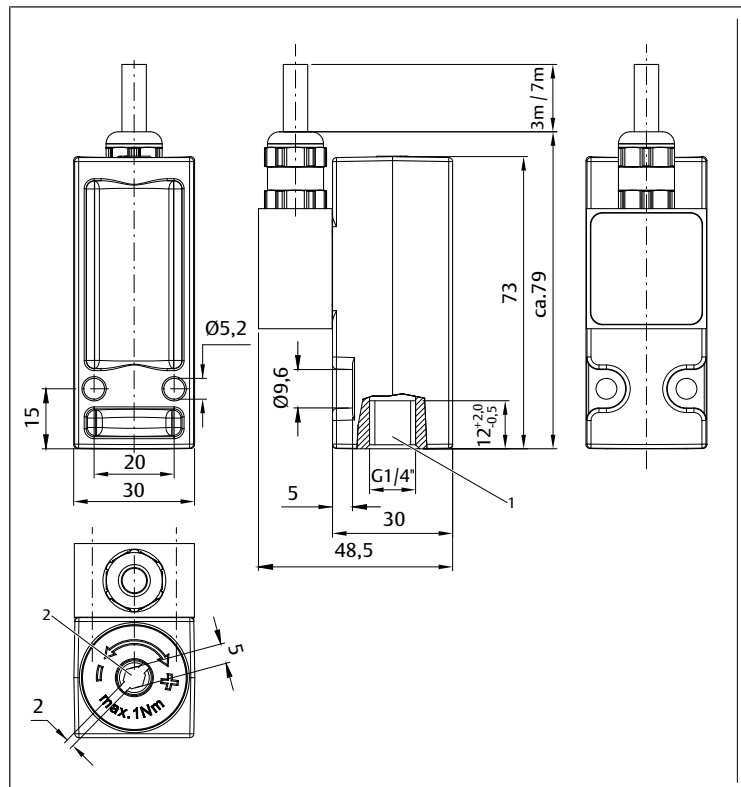

Рис. 2: Пневматическое подключение – внутренняя резьба G1/4
- Соединение G1/4, $M_A = 12^{+1}$ Нм (см. → Рис. 2)